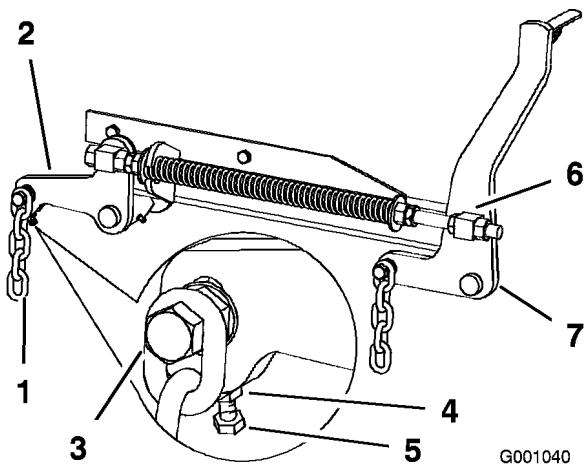

Figura 77
7. Se le misure al punto **B** o **C** non sono esatte, allentate il bullone che monta la catena posteriore al braccio di supporto posteriore (Figura 77).
8. Allentate il controdado sotto il supporto posteriore e regolate il bullone di regolazione per ottenere una misura compresa tra 79 e 82 mm (Figura 77).
7. Allentate di 13 mm circa i controdadi delle parti girevoli anteriori destra e sinistra (Figura 77).
8. Regolate i dadi di sollevamento sui lati destro e sinistro della macchina finché la parte anteriore della macchina non risulta più bassa di 6 - 10 mm davanti, al punto **A**, rispetto alla parte posteriore al punto **B** (Figura 77).